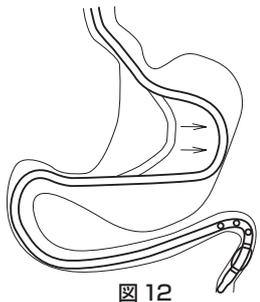

図12
14. チューブが抜けないように注意しながら、ブルーキャップを緩め (反時計方向)、X線透視下でガイドワイヤーを抜去する。そしてイレウスチューブをさらに挿入し、胃内でたるませる (図12)。